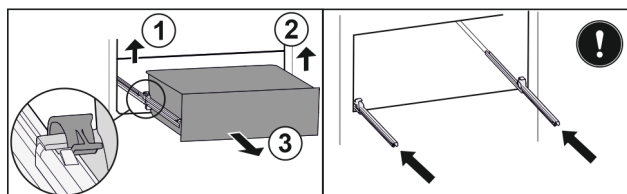

Fig. 106
- ▶ 提起左侧夹子，同时将抽屉左侧向前拉。 Fig. 106 (1)
- ▶ 提起右侧夹子，同时将抽屉右侧向前拉。 Fig. 106 (2)
- ▶ 朝前取出抽屉。 Fig. 106 (3)